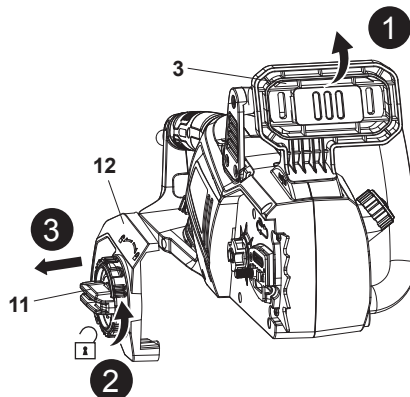

Fig. 1
2. Tire hacia atrás de la protección delantera (3) para desactivar el freno de cadena (Fig. 1, paso 1).
3. Desenrosque la rueda de bloqueo (11) hacia la izquierda y retírela junto con la cubierta de la motosierra (12) (Fig. 1, pasos 2, 3).